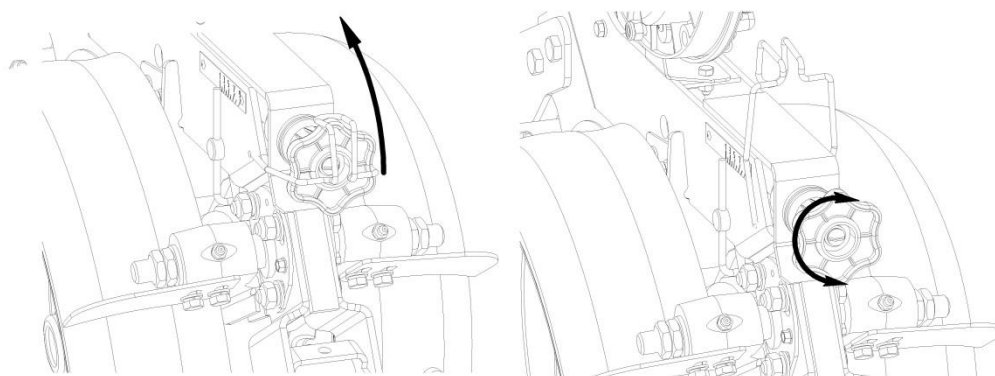

Рис. 13. Рукоять регулировки глубины.
1. Отщёлкните пружинный фиксатор (Рис. 13)